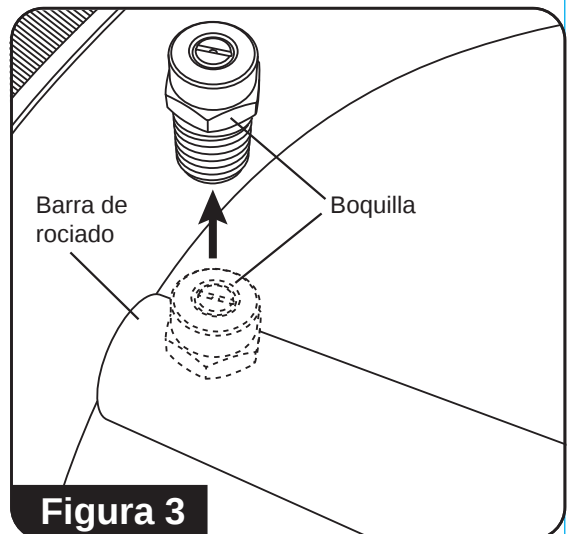

Figura 3
3. Con una llave inglesa de 14 mm (no se proporciona), retire las boquillas de la barra de rociado (**Consulte la figura 3**).